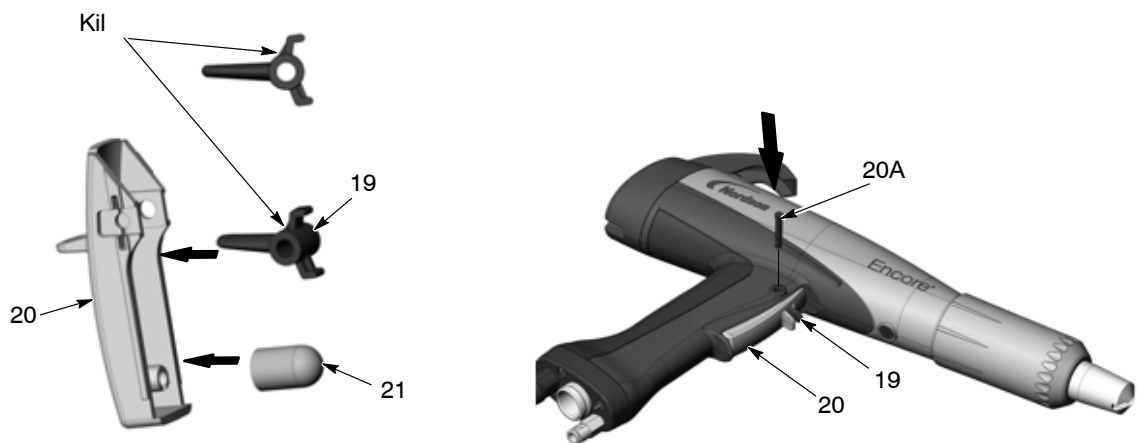

Bild 6-12 Återinstallera axel och avtryckare
7. Se bild 6-12. Montera spolningsavtryckaren (19) i sprayningsavtryckaren (20) med kilen vänd uppåt så som visas. **Vänd inte spolningsavtryckaren upp och ner.**
8. Bekräfta att styrenheten (21) är installerad över stången.